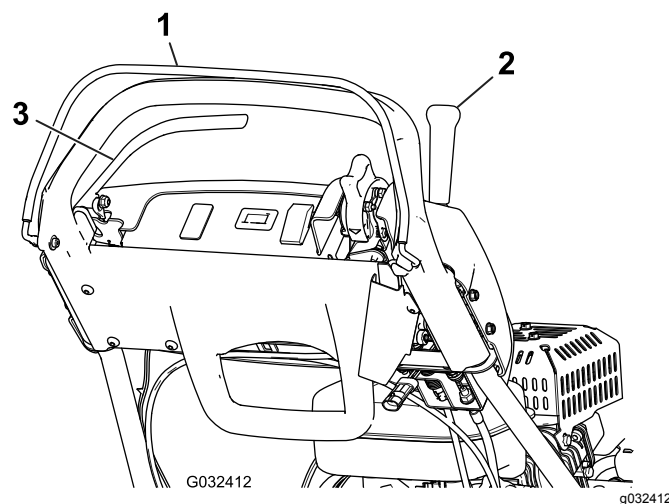

Рисунок 31
3. Попробуйте привести в действие рычаг тяги при ненажатом механизме контроля присутствия оператора (Рисунок 31). Рычаг тяги не должен включаться. Если рычаг тяги включается, то система блокировки нуждается в ремонте. Устраните неисправность перед началом работы; см. Обслуживание блокировочного переключателя тяги \(страница 37\).
4. При нажатом механизме КПО и включенном рычаге тяги отпустите КПО (Рисунок 31). Рычаг тяги должен отключиться. Если рычаг тяги не отключается, то система блокировки нуждается в ремонте. Устраните неисправность перед началом работы; см. Обслуживание блокировочного переключателя тяги \(страница 37\).
5. При нажатом механизме КПО и передвинутом влево рычаге переключения передач включите приводы барабана и тяги и отпустите механизм КПО (Рисунок 31). Рычаг тяги должен отключиться. Если рычаг тяги не отключается, то система блокировки нуждается в ремонте. Устраните неисправность перед началом работы.; См. Обслуживание блокировочного переключателя тяги \(страница 37\) или Регулировка управления барабаном \(страница 40\).
6. При нажатом механизме КПО и передвинутом влево рычаге переключения передач включите приводы барабана и тяги, переведите рычаг переключения передач вправо для отключения привода барабана (Рисунок 31). Привод тяги должен отключиться. Если рычаг тяги не отключается, система блокировки нуждается в ремонте. Устраните неисправность перед началом работы.См. Регулировка управления барабаном \(страница 40\)
2. При нажатом механизме КПО включите рычаг тяги и приведите органы управления двигателем в положение запуска (Рисунок 31). Попробуйте запустить двигатель. Двигатель не должен запускаться. Если двигатель запускается, то блокировочный выключатель нуждается в ремонте. Устраните неполадку перед эксплуатацией. См. Обслуживание блокировочного переключателя тяги \(страница 37\)
2. При выключенном рычаге тяги, включенном рабочем тормозе и установленных в положение запуска органах управления двигателем (Рисунок 31) попробуйте запустить двигатель. Двигатель должен запуститься. Если двигатель не запускается, то блокировочный выключатель нуждается в ремонте. Устраните неисправность до начала работы на машине; см. Обслуживание блокировочного выключателя тормоза \(страница 37\).
3. При работающем двигателе включите рабочий (но не стояночный) тормоз, нажмите механизм контроля присутствия оператора (КПО) и включите рычаг тяги (Рисунок 31). Двигатель должен работать, преодолевая сопротивление тормоза, но не должен глохнуть. Если двигатель сразу же заглох, блокировочный выключатель нуждается в ремонте. Устраните неисправность до начала работы на машине; см. Обслуживание блокировочного выключателя тормоза \(страница 37\).
4. При работающем двигателе затяните фиксатор стояночного тормоза, нажмите механизм контроля присутствия оператора и включите рычаг тяги (Рисунок 31). Двигатель следует заглушить. Если двигатель не глохнет, блокировочный